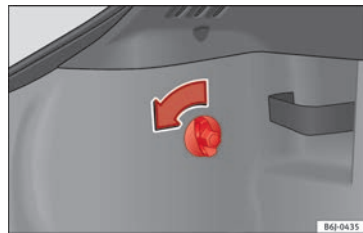

Fig. 108 Accès aux feux arrière.
- Tournez la vis dans le sens de la flèche à la main ou avec un tournevis » **fig. 108**.
- Retirer le connecteur du logement (A) » **fig. 108.**